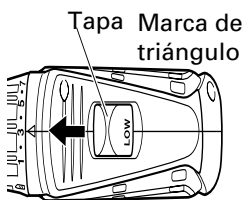

Fig. 9
## 5. Confirmar la posición de la cubierta (Ver la Fig. 9)
### (2) Indicación del par de apriete (Consulte la Fig. 9)